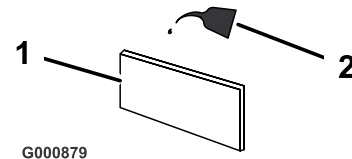

Bild 28
- Tränken Sie den Einsatz mit frischem Motoröl. (Bild 28). Drücken Sie den Einsatz, um überflüssiges Öl zu entfernen.